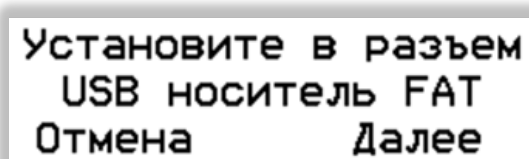

Рисунок 14. Экран «Установите USB накопитель».
- выбрать один или несколько источников данных для выгрузки: данные карты, данные из памяти тахографа и архив СКЗИ (см.Рисунок14).